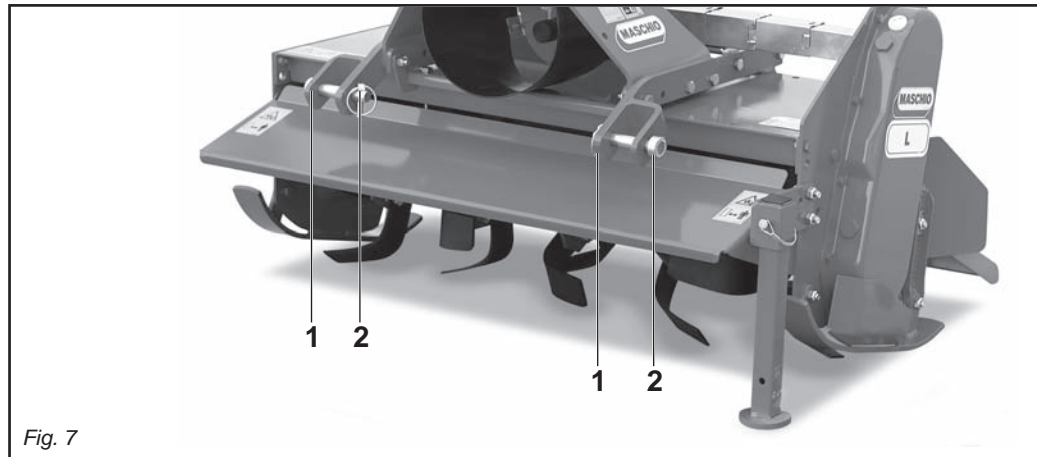

Fig. 7
In base alle dimensioni specifiche di questi tipi di attacchi dei trattori è necessario determinare la posizione più favorevole della macchina spostando opportunamente le piastre (1 Fig. 7) e inserendo i perni (2 Fig. 7) nei fori corrispondenti al giusto diametro delle parallele del trattore.
Le piastre vanno montate sempre e solo come mostrato in Fig. 7.
Depending on the precise dimensions of these two types of hitches, find the best position for the machine by moving the plates (1 Fig. 7) along and inserting the pin (2 Fig. 7) in the holes corresponding to the correct diameter for the tractor's parallel arms.
The plates must always and only be mounted as shown in Fig. 7.
En fonction des dimensions spécifiques de ces types d'attelages des tracteurs il faut déterminer la position la plus favorable de la machine en déplaçant, les plaques (1 Fig. 7) et introduire les axes (2 Fig. 7) dans les trous correspondant au bon diamètre des parallèles du tracteur.
Les plaques doivent obligatoirement être montées comme illustré dans la Fig. 7.
Der Anbau der Maschine am Schlepper erfolgt nur dann, wenn die Maschine am Boden steht, und zwar auf ebenem Gelände. Alle Maschinen können an jedem beliebigen Schlepper mit Universal-Dreipunktaufhängung der 1. Kategorie angebaut werden. Aufgrund der spezifischen Abmessungen dieser beiden Schlepperschlüsse kann man die günstigste Position der Maschine festlegen, indem man die Platten (1 Abb. 7) und die Bolzen (2 Abb. 7) in die entsprechenden Bohrungen mit dem richtigen Durchmesser auf dem Schleppergestänge einsteckt.
Die Platten dürfen nur und ausschließlich so montiert werden, wie es in Abb. 7 gezeigt ist. Der Hersteller haftet nicht für die Beschädigung der Maschine oder des Schlepplers infolge der Nichtbeachtung dieser Angabe.
Todas las máquinas pueden ser adaptadas a cualquier tractor dotado de enganche universal de tres puntos de 1ª categoría. En relación a las dimensiones específicas de estos tipos de enganche de los tractores hace falta determinar la posición más favorable de la máquina desplazando oportunamente las placas (1 Fig. 7) e introduciendo los pernos (2 Fig. 7) en los orificios correspondientes al correcto diámetro de las paralelas del tractor.
Las placas deben ser montadas siempre y solamente según lo indicado en la Fig. 7 con los orificios posicionados delante del tubo cuadrado.
- 1) Accostare le parallele del sollevatore ponendole all'interno delle piastre (1 Fig. 7), inserire il perno (2 Fig. 7) nel foro predisposto e bloccare con le copiglie a scatto.
- 1) Near the lift bars, setting them in the most suitable plates (1 Fig. 7). Insert the pin (2 Fig. 7) into the relative hole and lock in place with the snap-in split pins.
- 1) Approchez les barres du relevage en les plaçant à l'intérieur des plaques les plus appropriées (1 Fig. 7), introduisez l'axe (2 Fig. 7) dans le trou correspondant et bloquez par les goupilles à encastrement.